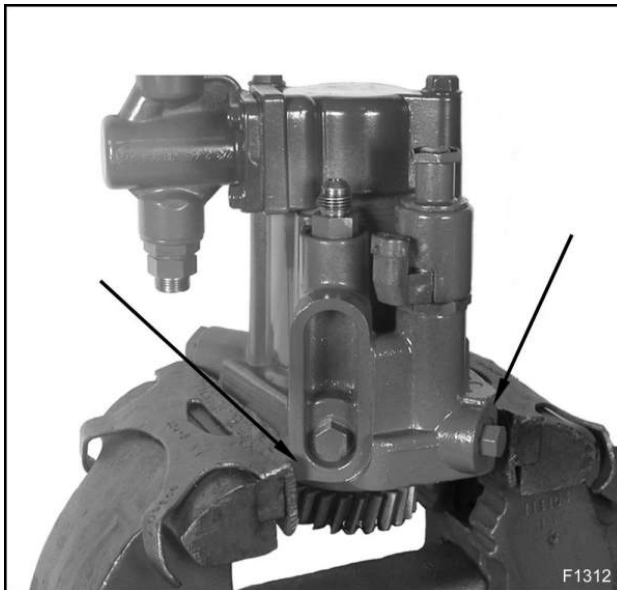

Figure 1 La bonne façon de monter la pompe dans l'étau
2. Placer la pompe à huile haute pression dans un étau d'atelier, en position verticale, tout en s'assurer que les garnitures de la mâchoire de l'étau touchent au boîtier, tel qu'illustré à la Figure 1. Prendre garde de ne pas trop serrer la mâchoire de l'étau, puisque cela pourrait endommager le boîtier de la pompe.